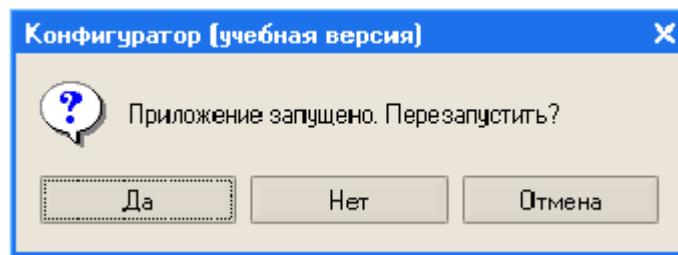

Рис. 25
- на вопрос “*Приложение запущено. Перезапустить?*” ответьте *Да* (рис. 25);